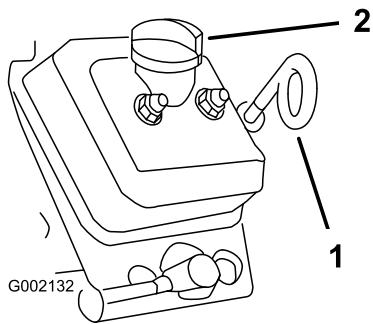

**Figura 31**
5. Umpleți carterul cu uleiul specificat (Figura 31).